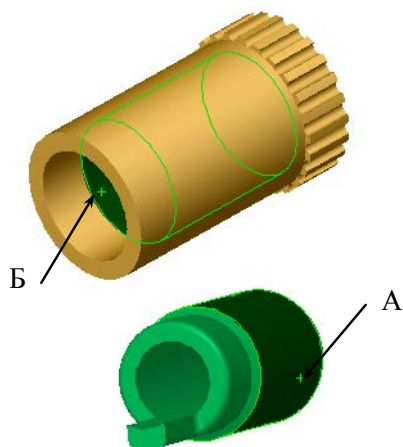

Рис. 7.2
8. Указать поверхности А и Б (рис. 7.2) и задать для них условие сопряжения – концентричность.